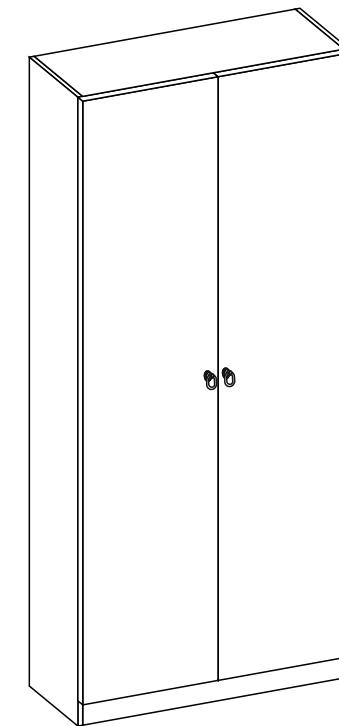

Рис.1
- К боковинам (1) и цоколям (5) прибить подпятники гвоздями 2x20 (рис.1).
- Соединить боковины (1), поперечину (2), стяжки (3,4) и цоколи (5) еврошурупами (рис.1).
- Перевернуть изделие лицевой частью вниз и замерить диагонали секции (они должны быть равны:  $\pm 2$  мм). Прибить гвоздями 2x20 заднюю стенку, состоящую из ДВП (6) (рис.1).
- Шурупами 4x16 прикрутить скалодержатели к левой боковине (1) и поперечине (2). Установить скалку (рис.1).
- Прикрутить ручки к створкам (7) винтами M4x22/25 (рис.1).